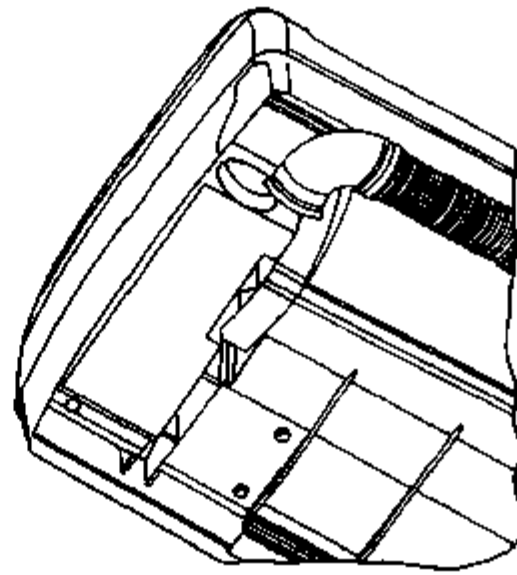
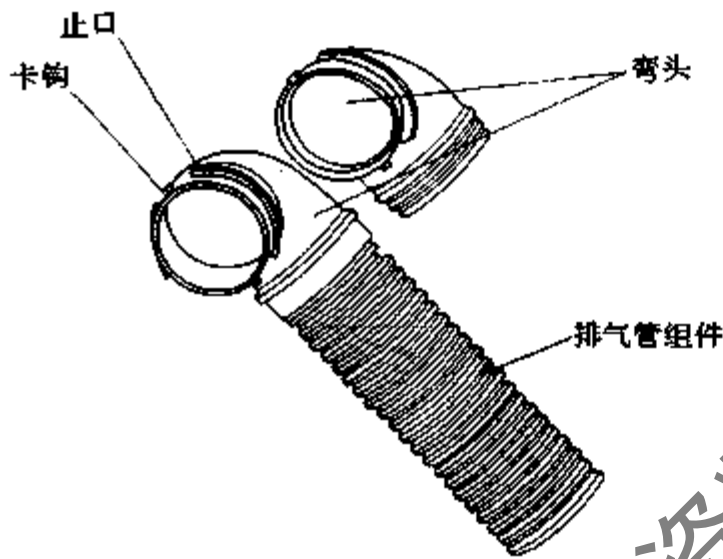
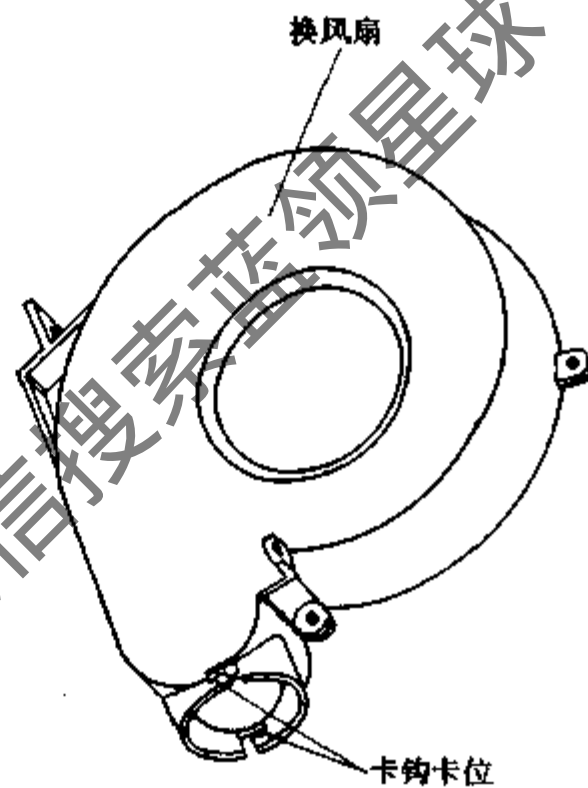

图 7-43 室内机背面示意图
图 7-44 排气管组件示意图
图 7-45 换风扇
(1) 安装:
① 如图 7-43,将空调翻转过来。
② 安装排气管部件前估算排气管所需长度(排气管长度越短越好),将其多余的部分剪掉。这样换新风效果更好。
③ 将排气管组件(见图 7-44)的卡钩卡进换风扇(见图 7-45)的相应卡位里,并检查连接是否可靠。
注意:当排气管如图 7-43 方向出管时,应选用较长的弯头;当排气管往图 7-43 反方向出管时,应选用另一较短的弯头。